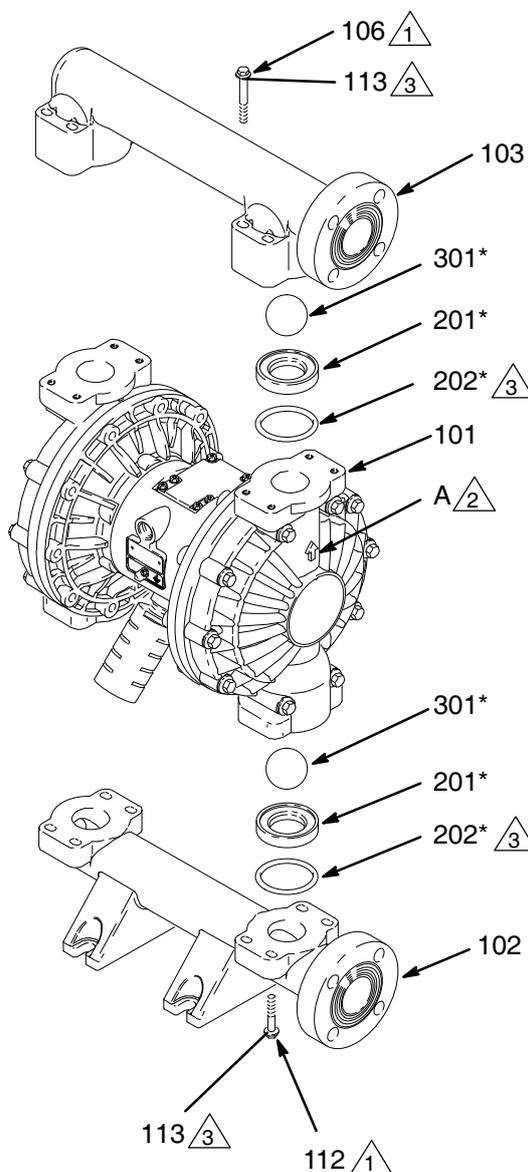

Fig. 11
3. Utilizando uma chave de tubo de 10 mm, remova os oito parafusos (106) e arruelas (113) segurando o coletor de saída (103) para as tampas de líquidos (101). Ver Fig. 11.
4. Remover os encaixes (201), as esferas (301), as juntas tóricas (202) do coletor.
2. Volte a montar na ordem inversa, seguindo todas as notas na Fig. 11. Assegure-se de que as esferas de verificação são montadas **exatamente** como mostrado. A setas (A) nas tampas do líquido (101) **têm** de apontar para o coletor de saída (103).